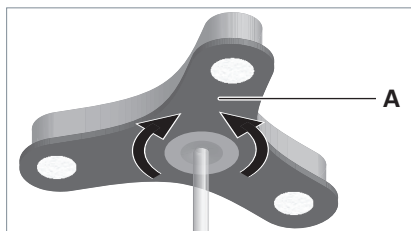

Fig. 13: Orientare la testa dell'apparecchio.
- Ruotare la testa dell'apparecchio **A** attorno al proprio asse, vedi Fig. 13.